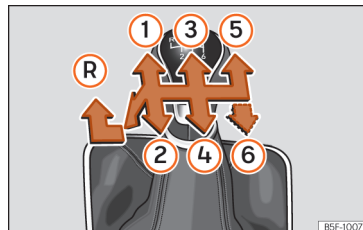

Fig. 97 Schema de schimbare a treptelor de viteză la cutia de viteze manuală cu 5 sau 6 trepte.
Pozițiile treptelor sunt indicate pe maneta schimbătorului >>> **fig. 97**.
- Cu maneta schimbătorului în punctul neutru, apăsați-o în jos, deplasați-o spre stânga la maximum și apoi înainte pentru a selecta marșarierul »» **fig. 97 R**.